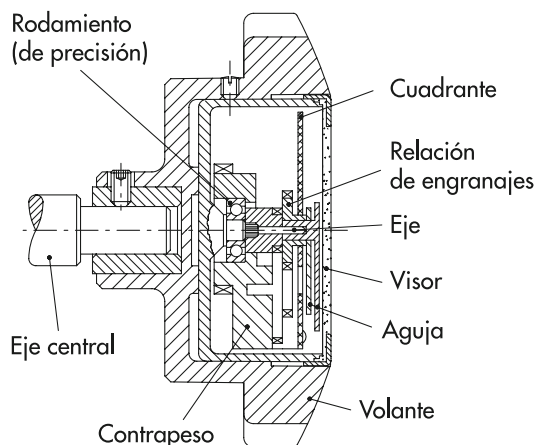

Fig. 1
- 1.2** El movimiento se encuentra encerrado en una carcasa sellada (fig. 1). El mismo consiste en un sistema de contrapeso, montado sobre un rodamiento de precisión, que gira sobre un eje central fijo con la carcasa del indicador, fijada al mismo tiempo al volante/mando. Sobre la parte terminal del mismo eje se encuentra montada una aguja de color rojo, que gira perfectamente con el volante/mando. Una serie de engranajes con diferentes relaciones transmiten la rotación del eje a una aguja de color negro. En el contrapeso se encuentra fijado un cuadrante graduado. Si el indicador se encuentra montado sobre ejes que tengan una posición horizontal (o inclinada hasta 60°) el cuadrante permanece parado gracias al efecto de la fuerza de gravedad y las agujas giran sobre éste cuando gira el volante/mando.